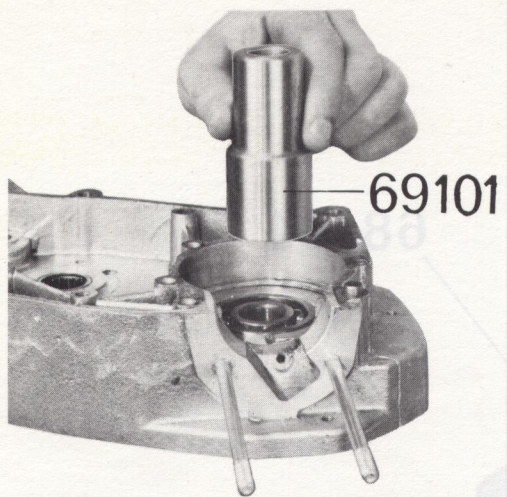

Figure 53
- Chasser le roulement à l'aide de la chasse n° 69101, en utilisant le grand diamètre (figure 53).